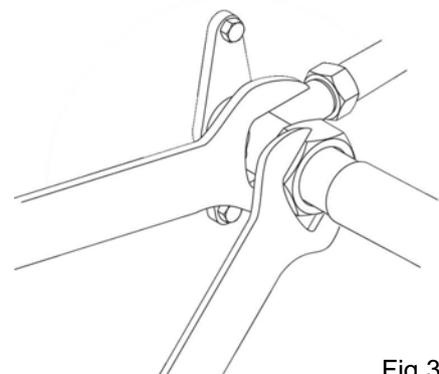

Fig.33
**➔ - Avvitare definitivamente utilizzando una chiave fissa per tenere ferma la parte filettata dell'attacco, per evitarne deformazioni, e una chiave dinamometrica, sul dado (fig. 33) tarata con i seguenti valori in base alle dimensioni dei tubi:**